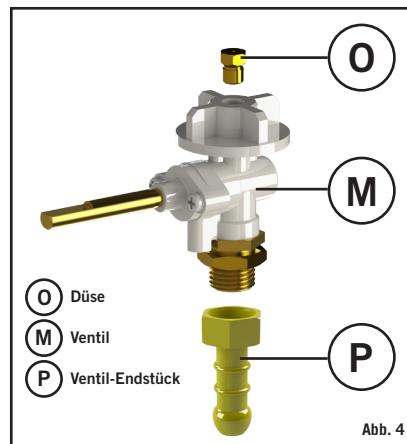

Abb. 4
- Geräte-Kategorien:** I 3B/P (30), I 3+ (28-30/37) and I 3B/P (37), (DK, FI, NO, NL, SE, AT, DE, BE, ES, FR, IE, IT, PT, GB, CH)
- Auf der anderen Seite fügen Sie einen geeigneten 30 mbar Niederdruck (I 3B/P (30), I 3+ (28-30/37) Butan Konfiguration) oder einen Niederdruck (I 3+ (28-30/37) Propan Konfiguration) - Regler an und achten Sie wieder darauf, dass der Schlauch fest sitzt. Der Schlauch muss BS 3212:1991/SABS 1156-2 oder Ähnlichem entsprechen. In Südafrika muss der Regler den Auflagen von SANS 1237 entsprechen.
- Geräte-Kategorien:** I 3B/P (50) (AT, DE)
- Die korrekten passenden Gewinde an beiden Enden des Schlauches auf das linke 1/4" (0,64 cm) BSP-Gewinde des Ventils (O) (Abb. 4) aufschrauben. Fügen Sie am anderen Ende des Schlauchs einen geeigneten 50 mbar Niederdruck-Regler an. Der Schlauch muss die Auflagen von DIN 4815 Teil 2 oder ähnlich erfüllen.